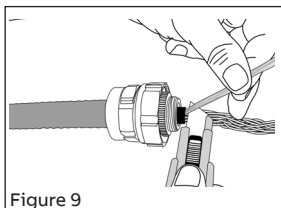

Figure 9
- Enlever le matériel de remplissage. Ne pas endommager les conducteurs (Figure 9).